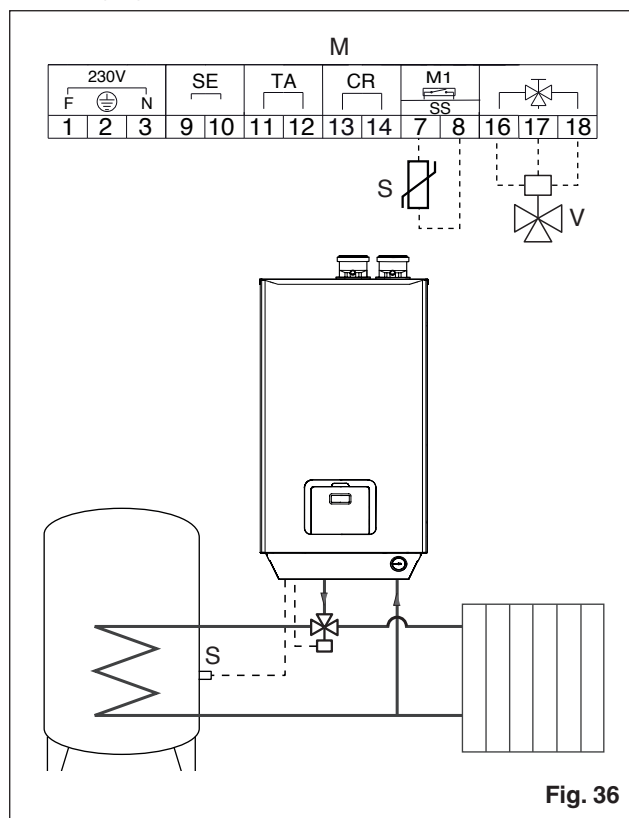

Fig. 36
- réaliser le circuit hydraulique illustré sur Fig. 36
- connecter électriquement la vanne de dérivation (V) aux contacts 16, 17 et 18 prévus sur le bornier de chaudière (M)
- connecter la sonde du chauffe-eau (S) fournie comme accessoire aux contacts 7 et 8 du bornier de la chaudière (M)